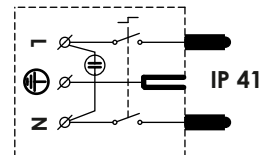

Abb. 8 Schaltplan des VS 1
**Vorsicht! Die Netzstecker haben gegenüber Wasser eine geringere Schutzart als der EHST. Es ist also nicht möglich, sie in einem Bereich näher als 600 mm von der Wanne oder Dusche entfernt (Zone 2 gemäß ČSN 33 2000-7-701) zu betreiben. Schaltplan des Steckers VS1 siehe Abb. 8.**